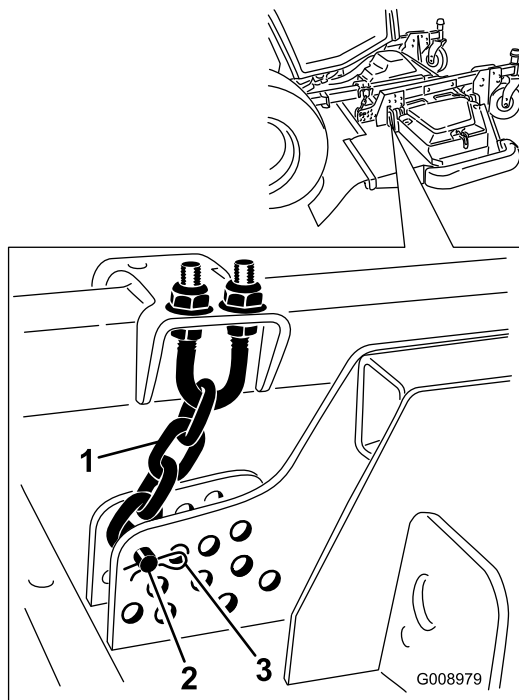

Figura 103
4. Togliete la coppiglia e il perno con testa che fissano le catene dell'altezza di taglio sul retro dell'apparato di taglio (Figura 103).